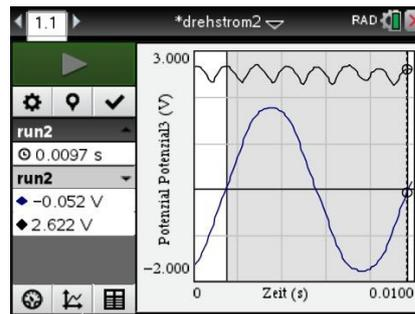

Bild 18.6
2. Vergleicht man die Gleichspannung mit einer Phase des Drehstromes (Bild 18.6), so ist gut zu erkennen, dass offenbar jede im Generator erzeugte Phase zur Gleichspannung beiträgt und sich somit die Frequenz der pulsierenden Gleichspannung im Vergleich zu einer einzelnen Phase versechsfacht.